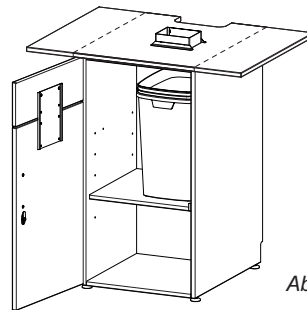

Abb. 21
3.10.3 Unterschrank mit Öffnung für Kaffeesatzentsorgung (Abb. 21)